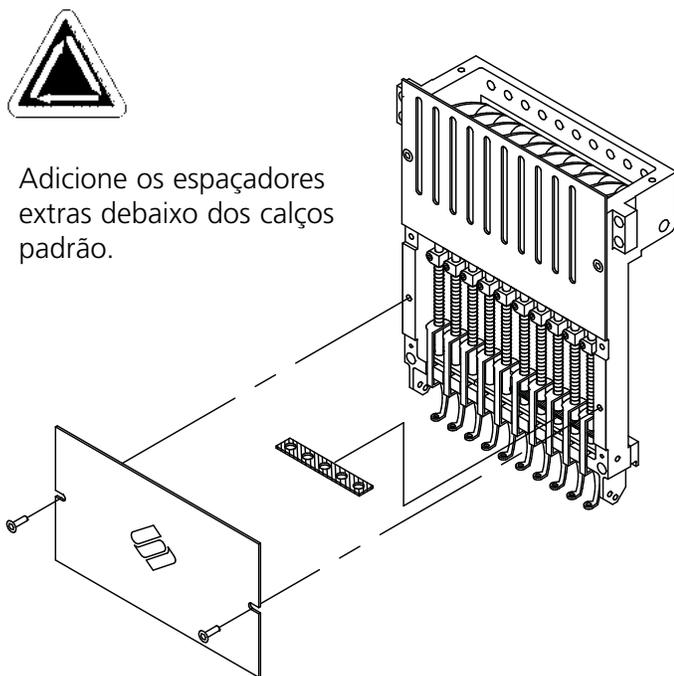

Figura 3-12
O bordado de bonés pode ser melhorado usando-se as placas de agulha elevada. Ao ser fixado o quadro para boné, a curva do quadro deixa um espaço adicional entre a placa da agulha e o boné. Para eliminar esse espaço e assegurar um bordado de alta qualidade, um operador qualificado ou pessoa de manutenção deve instalar placas de agulha elevada conforme descrito abaixo. Veja a Figura 3-12.
6. Usando uma chave de fenda pequena, empurre o espaçador padrão para cima até a parte superior do conjunto do acionador do pé calcador (veja a Figura 3-12).